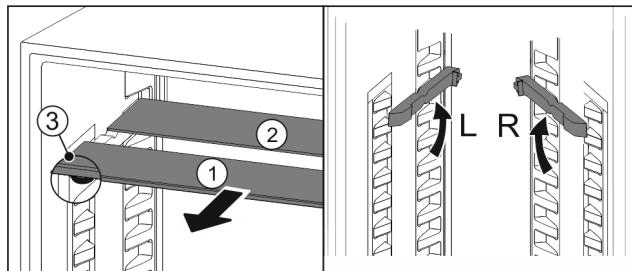

Fig. 127
- Издърпайте Fig. 127 (1) поотделно стъклените площи напред.
- Стъклената плоча Fig. 127 (1) с декоративната лайстна е отпред.
- Ограничителите Fig. 127 (3) сочат надолу.